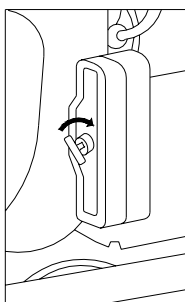

Fig. 8
- Introducir las llaves en el cuadro de arranque del motor y girarlas hacia la derecha para encenderlo ( fig. 8 ) .
- Antes de comenzar a trabajar, es necesario hacer funcionar el motor en vacío durante aproximadamente 1 minuto, entonces llevar el motor al número máximo de revoluciones (a través de la palanca del acelerador fig. 8) y utilizar normalmente.